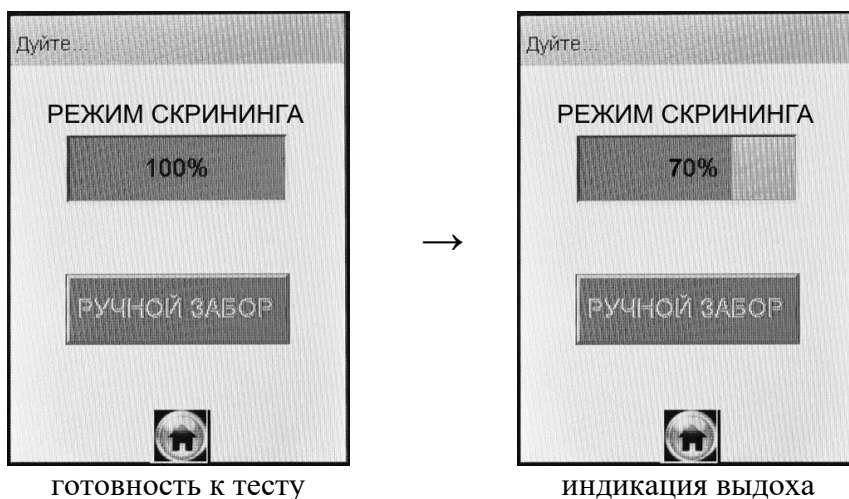
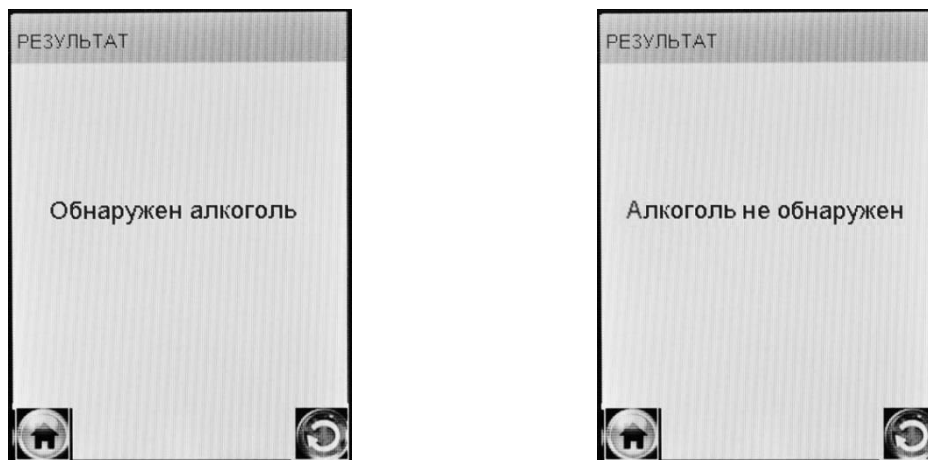

Рисунок 24 – Режим скрининга
Рисунок 25 – Результаты теста в режиме скрининга
2.11.2 Выберите режим скрининга, касаясь стилусом соответствующего пункта-иконки. На сенсорном экране появится сообщение о готовности к тесту (рисунок 24, слева).
2.11.5 Если выдыхаемый воздух поступает с достаточным расходом, во время выдоха звучит опорный звуковой сигнал и на индикаторе продолжительности выдоха предьявляется оставшееся время выдоха в процентах (рисунок 24, справа). По окончании опорного звукового сигнала выдох целесообразно прекратить. Анализатор произведет автоматический отбор пробы выдыхаемого воздуха из мундштука-воронки.
2.11.7 В зависимости от результата тестирования на экране анализатора появляется одно из двух сообщений (рисунок 25).
2.11.8 После предъявления на экране результата тестирования анализатор выполнит переход в окно готовности к тесту (рисунок 24, слева) через несколько секунд автоматически или по нажатию на виртуальную кнопку .
2.11А.2 Выберите комбинированный режим, касаясь стилусом соответствующего пункта-иконки. На сенсорном экране появится сообщение о готовности к тесту в режиме скрининга (рисунок 24, слева).
2.11А.4 Если в результате тестирования на экране анализатора появилось сообщение «**Алкоголь не обнаружен**» (рисунок 25, справа), анализатор через несколько секунд автоматически выполнит переход в окно готовности к следующему тесту в режиме скрининга (рисунок 24, слева).
2.11А.5 Если в результате тестирования на экране анализатора появилось сообщение «**Обнаружен алкоголь**» (рисунок 25, слева), необходимо удалить мундштук-воронку, вскрыть первичную упаковку мундштука и установить его согласно 2.7.3 настоящего РЭ.
По истечении 10 секунд после предъявления на экране результата измерения анализатор автоматически выполнит переход в режим скрининга в окно готовности к новому тесту (рисунок 24, слева).